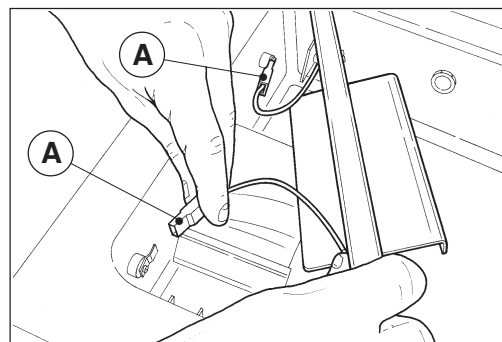

Fig. 1
- 2) Déconnecter les deux câbles de la barre de soudure (A - Fig. 1).